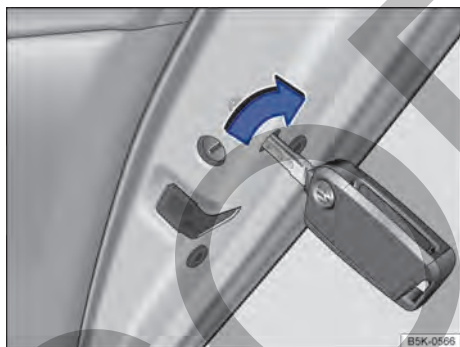

Fig. 57 Cierre de emergencia del vehículo con la llave del vehículo.
- Introducir la varilla de la llave en la ranura → fig. 57 y girarla.